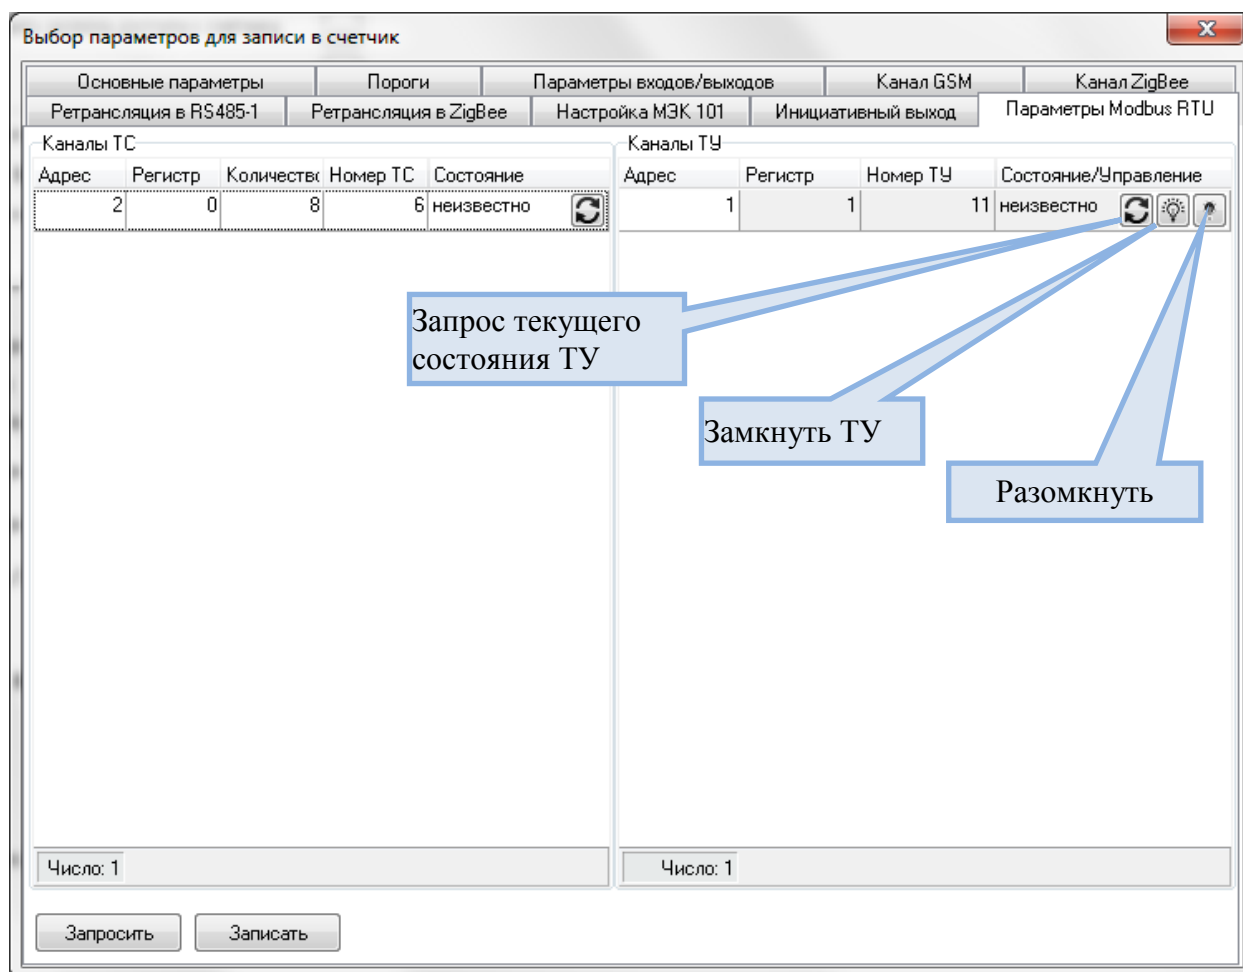

Рисунок 2.13
2.10.5 Установка параметров каналов ТУ внешних модулей, поддерживающих протокол Modbus RTU, производится в окне *Выбор параметров для записи в счетчик* на вкладке *Параметры Modbus RTU* на панели *Каналы ТУ* (рисунок 2.13) следующим образом: